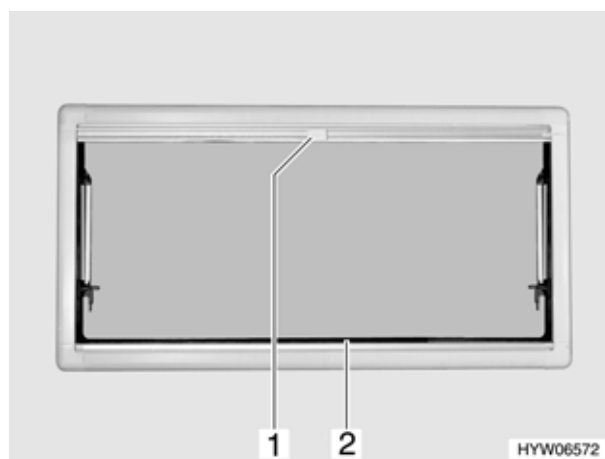

Fig. 49 Finestra apribile (variante 2)
- Afferrare la tendina oscurante pieghevole (Fig. 49,2) per la parte centrale della barra di presa, tirarla dal basso verso all'alto e rilasciarla nella posizione desiderata. La tendina oscurante pieghevole rimane in questa posizione.
- Tirare la zanzariera a rullo (Fig. 49,1) per la maniglia verso il basso fino a quando non si trova in contatto con la tendina oscurante pieghevole (Fig. 49,2).
- Premere la maniglia della zanzariera a rullo (Fig. 49,1).